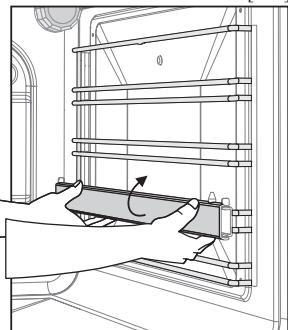

Рис. 22
- **Телескопические направляющие** крепятся на проволочные направляющие и служат для выдвижения готовящегося блюда за пределы горячей духовки. Телескопические направляющие могут быть установлены на разной высоте, в зависимости от того, на каком уровне должно идти приготовление пищи. Чтобы переустановить телескопическую направляющую, необходимо отвести ее нижний край (рис.22), а затем движением вниз снять с проволочных направляющих. Установка на другой уровень производится в обратной последовательности.